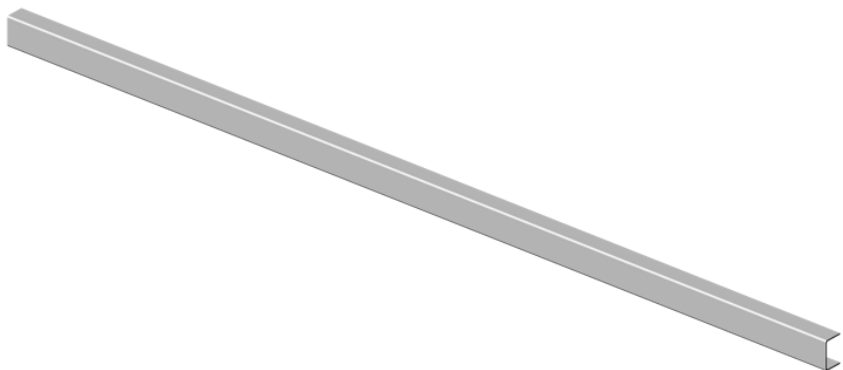

Рис. 2
2. Усилители полки (по запросу заказчика) - 2 шт. на полку (рис. 2)